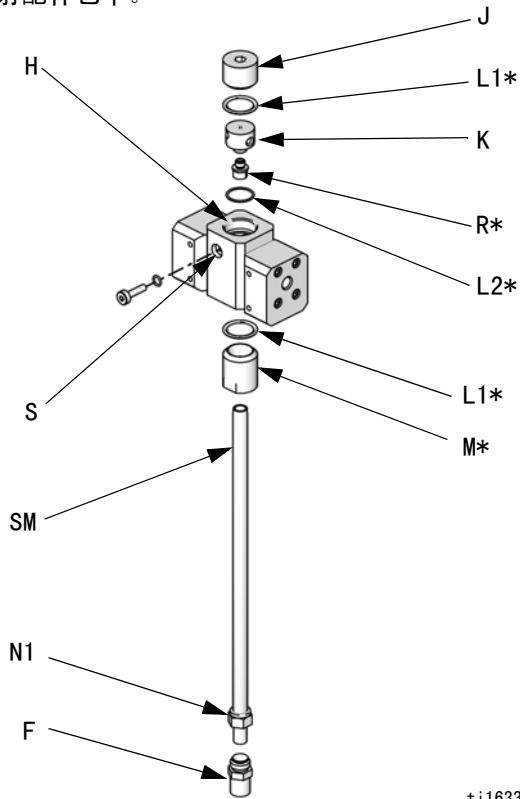

图 8. 安装 15U955 注射配件包
2. 拧松静态混合器螺母 (N1)。卸下并保留静态混合器 (SM)。
3. 松开 U 形管螺丝 (N2 和 N3)。丢弃 U 管 (C) 和静态混合器接头 (D)。
4. 卸下并保留 1/4 npt (m) 接头 (F)。卸下混合室 (G) 并丢弃
5. 参见图 8。从节流器罩 (H) 上卸下其余零配件。保留插塞 (J) 和基座 (K)。丢弃所有用过的 O 形圈。
6. 将节流器罩 (H) 旋转 180°，使定位螺钉 (S) 位于左上位置，如 图 8 所示。卸下并保留两颗定位螺钉 (S)。在重装时，将调换这两个螺钉的位置。
7. 将大 O 形圈 (L1*) 装在节流器罩 (H) 上。将注射帽 (M*) 拧在节流器罩上。
8. 根据应用要求决定所需的流量范围。将**动态配料限流器选择图**（第 68-70 页）用作指南，为选定的流量和比率选择相应尺寸的节流器。将节流器 (R*) 安装在基座 (K) 上。
9. 将小尺寸的 O 形圈 (L2*)、限流器 (R*)、基座 (K)，大尺寸 O 形圈 (L1*) 和塞子 (J) 装在一起，如图所示。
10. 装上两个固定螺丝。在罩的前面安装长定位螺钉 (S) 以方便触及。